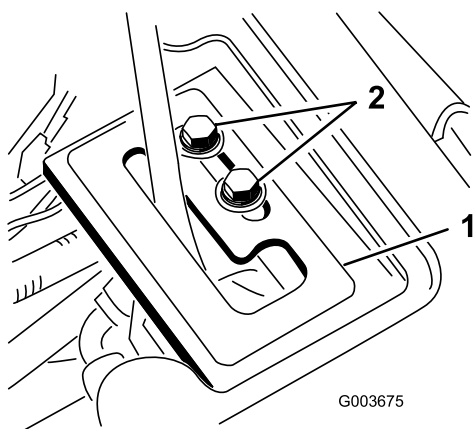

図 17
1. レバー・ガイド・プレートを、昇降レバーの上からかぶせるようにして位置決めをし、フランジ・ヘッド・ネジ2本とワッシャで仮止めする（図 17）。
6. エンジンが回転している状態で、昇降レバーを**フロート位置**にセットする；この状態で、昇降シリンダを手で延ばしたり縮めたりできるようにレバー・ガイド・プレートの位置決めを行う（図 17）。
7. 調整ができれば、レバー・ガイド・プレート固定用のネジ2本を締めてプレートを固定する（図 17）。